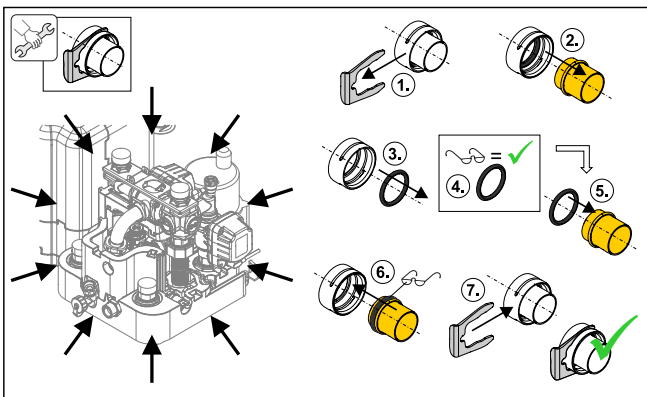

Fig. 54-18 Collegamenti a spina idraulici
- Dopo lo smontaggio e prima del montaggio di un collegamento a spina posizionare sempre gli O-ring sulla parte da innestare (vedere Fig. 54-18).